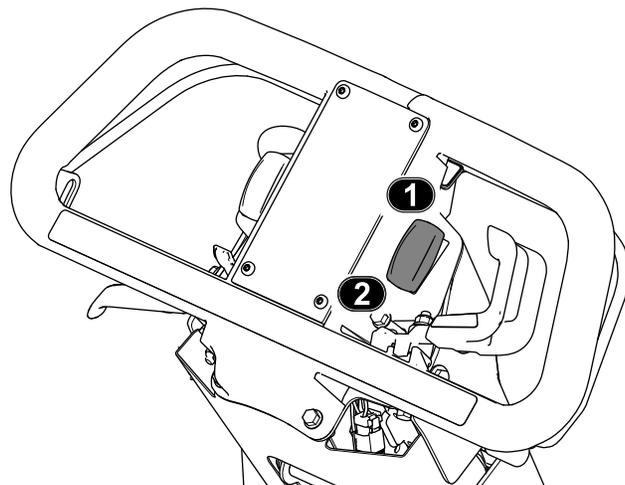

Рисунок 4
- **Включение освещения:** нажмите на верхнюю часть выключателя (Рисунок 4).
- **Выключение освещения:** нажмите на нижнюю часть выключателя (Рисунок 4).